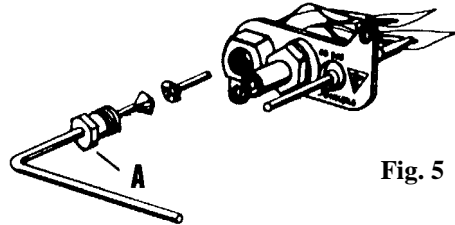

Fig. 5
De spanmoer (A) van de waakvlamleiding losdraaien en de leiding uit de waakvlambrander trekken (fig. 5).
Dévissez l'écrou (A) autour de la conduite de la veilleuse et retirez la conduite (fig. 5).